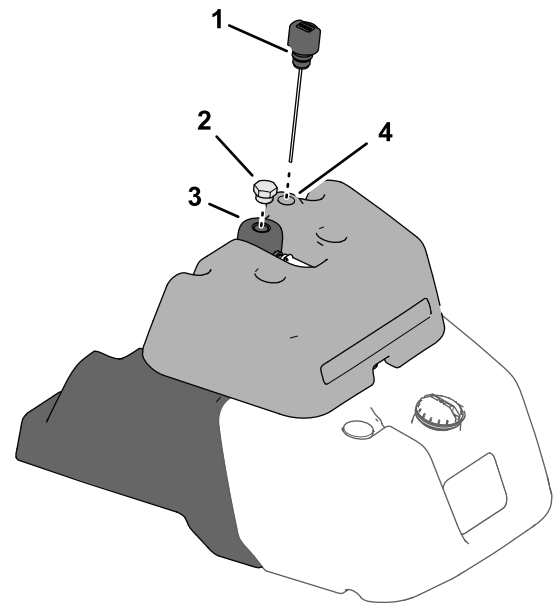

Figure 36
- Si la machine comporte une jauge de carburant au sommet du réservoir de carburant, localisez la jauge d'huile du système hydraulique au sommet du réservoir du détecteur de fuites (Figure 36), puis passez à l'opération 3.